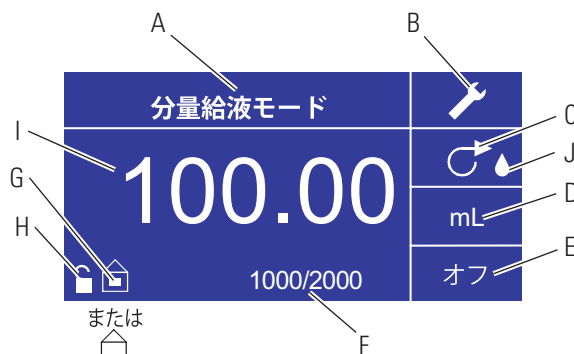

図 3-10. 分量給液モードスクリーン
6. **ポンプ OFF 時間設定**：方向パッドとENTERキーを使ってディスプレイでOFFを選び (図3-10、位置E参照)、休止時間を入力します。方向パッドとENTER キーを使って、ポンプOFF時間を設定してください。スクリーン中央のタイマーがハイライトされ、UP/DOWN矢印を使うと、時間間隔の最も右側の桁を増加/減少させることができます。タイマーがハイライトされているときにもう一度ENTERを押すと、桁はUP/DOWN矢印を使って個別にナビゲートでき、LEFT/RIGHT矢印を使って桁の切替ができます。ベストなOFF時間を選んだら、再びENTERを押して確定します。駆動部は、スクリーンの中央にでている時間だけ休止します。**注**：OFF時間が00:00:00に設定されていると、次の分注を開始するには、キーパッドまたはリモートI/Oコネクタからの START/STOP 入力が必要です。
9. バッチ数リセット：方向パッドとENTER キーを使って、BATCH COUNT アイコンを選びます (図3-10、位置F参照)。BATCH COUNT スクリーンでRESETを選び、ENTERキーを押すとバッチ数がリセットされます。EXIT を選んで、COPY MODE OPERATIONスクリーンに戻ります。